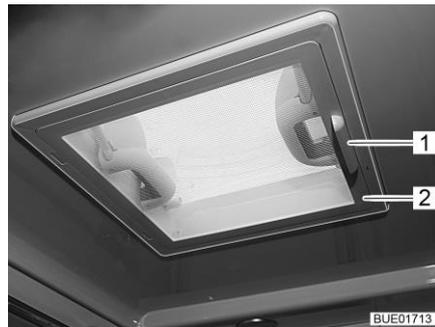

Bild 84 Dachhaube mit Schnappverschluss
- Insektenschutz (Bild 84,2) am Griff (Bild 84,1) nach unten schwenken.